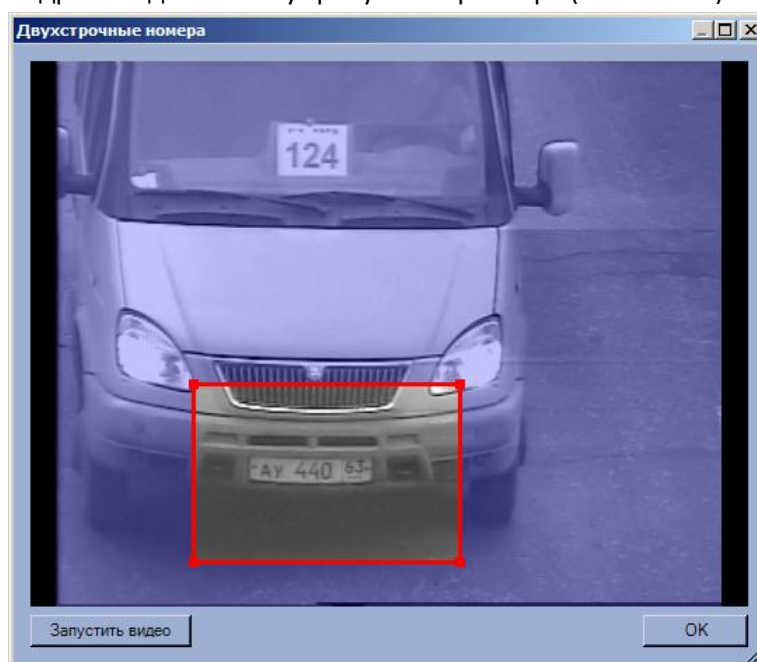

Рис. 7.2—4 Задание параметров двухстрочных номеров
- 10.1. Для включения возможности распознавания двухстрочных номерных знаков установить флажок «Разрешить» (см. Рис. 7.2—3, 10).
- 10.2. Задать максимальные ширину и высоту зоны, в пределах которой производится поиск номерного знака (задается в процентах от общего кадра) (см. Рис. 7.2—3, 11). Для задания данных параметров необходимо нажать на кнопку «Х», в открывшемся окне «Двухстрочные номера» нажать на кнопку «Остановить видео» при появлении подходящего кадра и выделить зону требуемого размера (Рис. 7.2—4).
11. Задать минимальные ширину и высоту зоны, в пределах которой производится поиск номерного знака (задается в процентах от общего кадра) по аналогии с параметрами «Максимальная ширина» и «Максимальная высота» - см. шаг 8 (см. Рис. 7.2—3, 12).
12. В не редактируемых полях «Минимальный типоразмер» и «Максимальный типоразмер» отображаются соответственно минимальный и максимальный типоразмеры номерных знаков, распознанных модулем Авто-Ураган 3.5.0.29 (Рис. 7.2—3, 13).